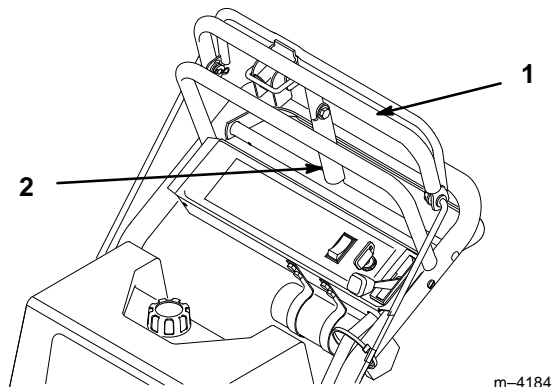

Figure 11
1. Tirer la barre de commande supérieure (Fig. 11) vers l'arrière et la maintenir dans cette position.
2. Relever le levier de frein de stationnement (Fig. 11) et lâcher progressivement la barre de commande supérieure. Le frein de stationnement doit rester en position appliquée (verrouillée).
1. Tirer la barre de commande supérieure vers l'arrière (Fig. 11). Abaisser le levier de frein de stationnement en position relâchée.